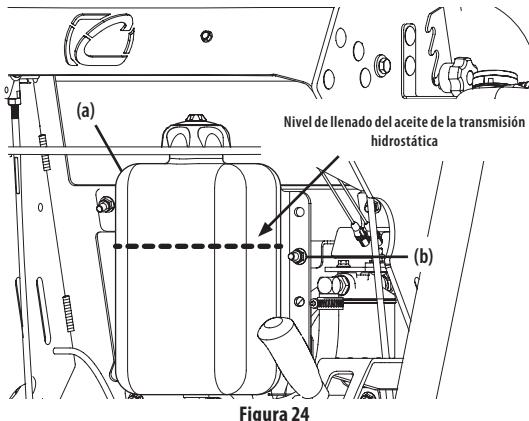

Figura 24
- Compruebe que el nivel del depósito de aceite de la transmisión hidrostática está por encima de los pernos de montaje del depósito superior (b) como se muestra en la Figura 24.
- Agregue aceite de la transmisión hidrostática hasta el nivel de los pernos de montaje superiores del depósito. Consulte la Figura 24.